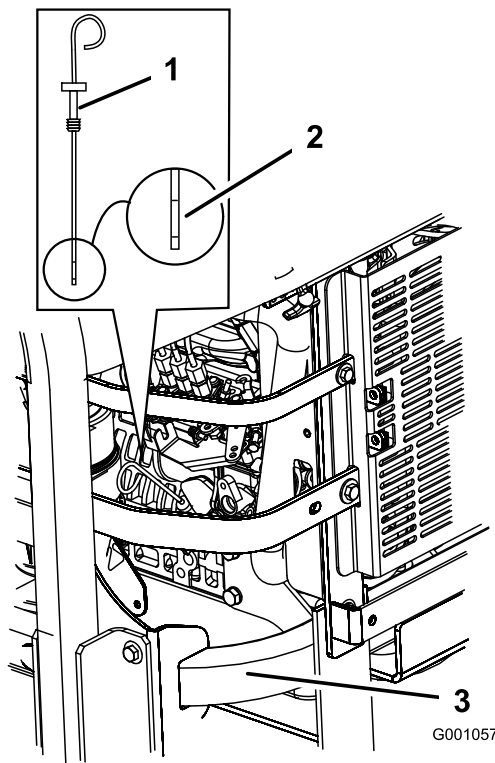

Figura 40
- Limpie alrededor de la varilla de nivel de aceite (Figura 40) de forma que la suciedad no penetre por el orificio de llenado y cause daños en el motor.
- Retire la varilla de aceite y limpie el extremo metálico (Figura 40).
- Introduzca la varilla a fondo en el tubo de llenado. Retire la varilla y observe el extremo metálico (Figura 40). Si el nivel de aceite es bajo, vierta lentamente sólo la cantidad de aceite suficiente en el orificio de llenado para que el nivel llegue a la marca Lleno.